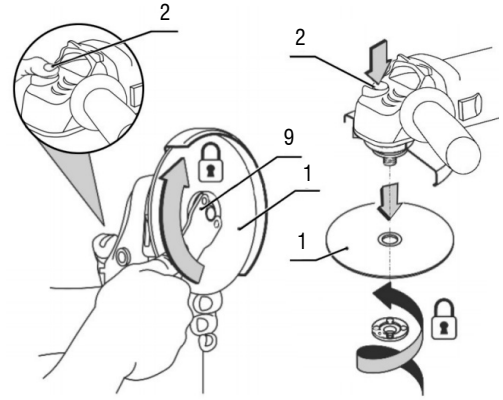

Fig. 7 – Substitución del disco
2. Presione el botón traba del eje (2);
3. Suelte la tuerca con la llave (9);
4. Retire el disco (1), Fig. 7;